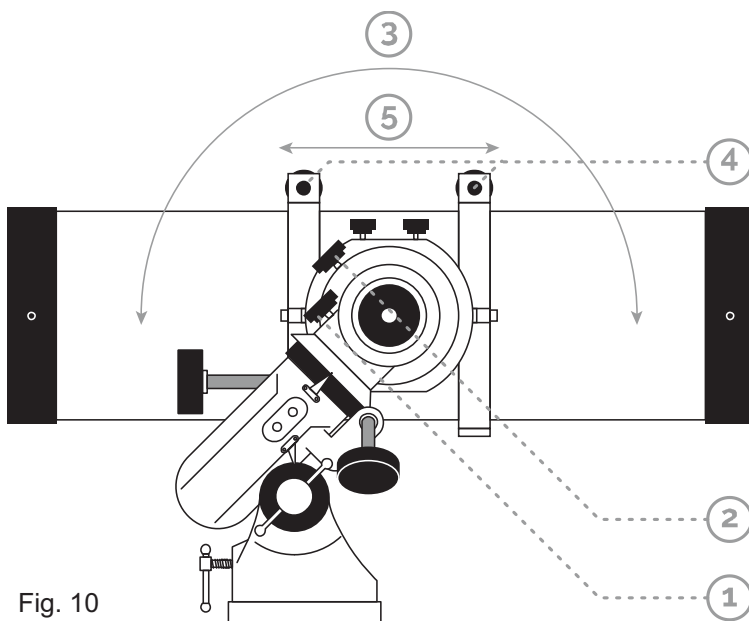

Fig. 10
- Positionner le tube optique et la monture comme indiqué ci-contre (figure 10) de telle sorte que l'axe de *déclinaison* soit à l'horizontal.
- Serrer le frein de l'axe d'*ascension droite* (1) puis desserrer le frein de *déclinaison* (2) pour permettre au tube optique de bouger librement sur l'axe de *déclinaison* (3).
- Desserrer légèrement les vis de fermeture des colliers de fixation du tube optique (4) pour que celui-ci puisse bouger (5).
- Régler la position (5) du tube optique dans les colliers pour que celui-ci soit équilibré et ne penche ni dans un sens ni dans l'autre (3).
- Lorsque cet équilibrage est terminé, resserrer les vis de fermeture des colliers de fixation du tube optique (4).